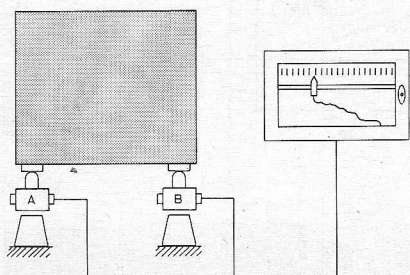

Fig. 1
1. Bij permanent opgestelde installaties, zoals tanks, silo's, bunkers, smeltovens enz. (fig. 1).